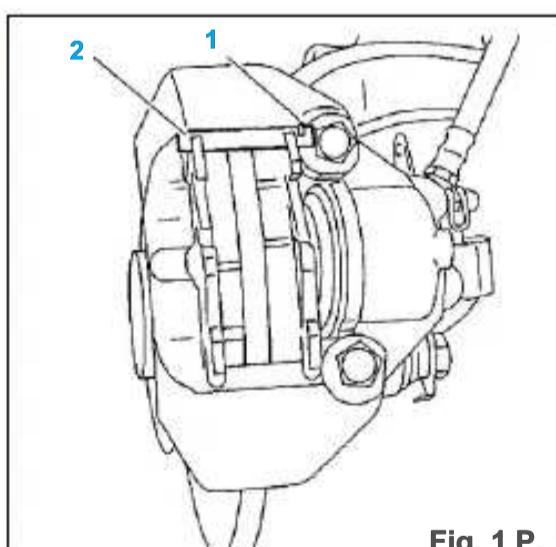

Fig. 1 P.
- Rest (fig 1 Br.):
- la tecla (2)
- el pasador (1).